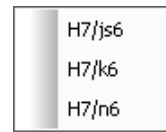

Рис. 6.8. Всплывающее меню после щелчка в предыдущем всплывающем меню по пункту **Переходные посадки**
- щелкните во втором всплывающем меню по пункту **Переходные посадки**. Появится третье всплывающее меню (рис. 6.8);